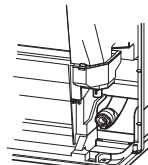

Bild 4
- Kontrollera att dräneringsslangen (1) dras så som visas när dräneringsrören dras. (Bild 4)
- 4) Uppflänsningsarbete (Bild 4, 5). Håll fast kopparröret i den dimension som visas i tabellen. Välj A mm från tabellen enligt verktyget du använder.